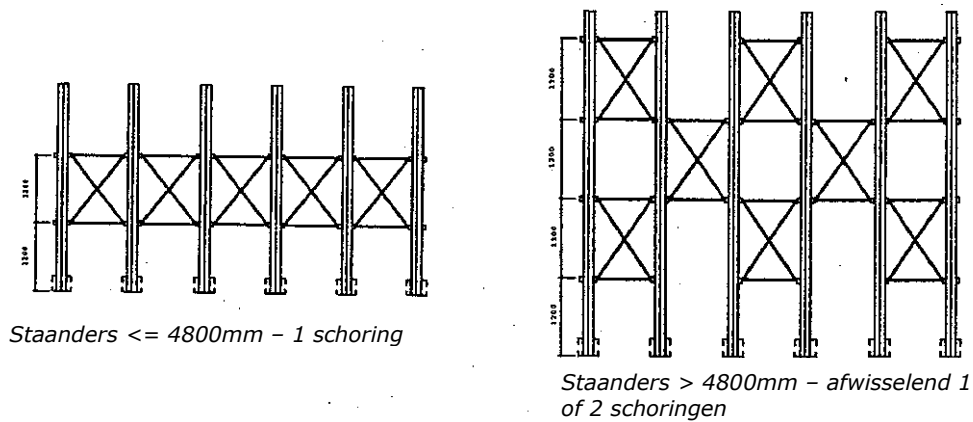

Fig. 5
f) De hoogtepositie van de schoring volgens fig 5: